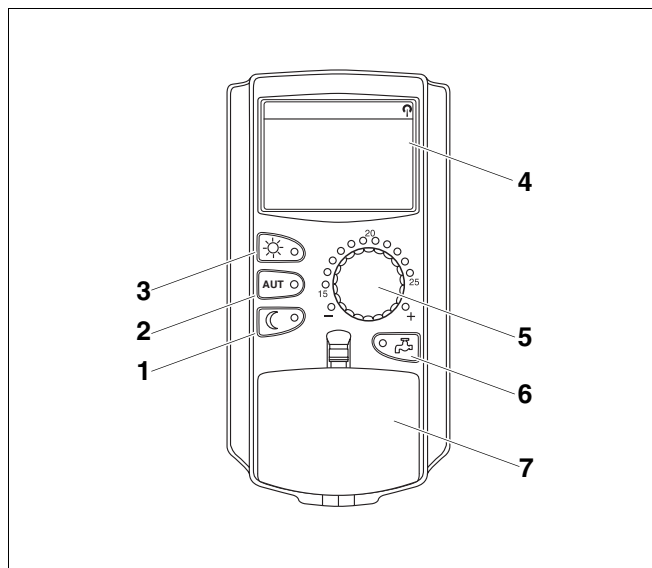

Fig. 7 Module de commande MEC2
L'écran (fig. 7, **pos. 4**) affiche des fonctions et des valeurs de réglage comme par ex. la température ambiante mesurée.
Le bouton rotatif (fig. 7, **pos. 5**) permet de régler de nouvelles valeurs ou de se déplacer dans les menus.
Vous pouvez accéder à certaines fonctions, comme par ex. la température ambiante de jour, la température ambiante de nuit, le cas échéant la température d'ECS ou le mode de chauffage automatique, directement par les touches correspondantes (fig. 7, **pos. 1 à 3 et 6**).
Les touches nécessaires à d'autres réglages sont situées derrière un cache (fig. 7, **pos. 7**), par ex. la saisie des jours de la semaine ou le réglage de l'heure.